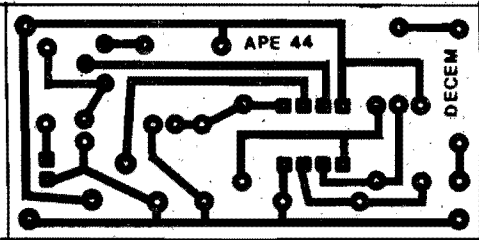

Fig. 2
- FIG. 2 - LAY OUT DO CIRCUITO IMPRESSO ESPECÍFICO - Como a grande maioria dos Circuitos Impressos específicos para as montagens de APE, o padrão é simples, modesto em tamanho e não muito denso, o que facilita bastante a reprodução/confeção por parte do Hobbyista, mesmo que não seja um expert... Basta possuir o adequado material (placa de fenolite virgem cortada no tamanho indicado, carbono pa-
ra a cópia do padrão - a figura está em escala 1:1 - decalques ou tinta ácido-resistente para a traçagem, percloreto de ferro para a solução corrosiva, thinner ou acetona para a limpeza, lixa fina ou palha de aço para o polimento final, e mini-furadeira para a furagem das ilhas...) e dedicar uns 30 ou 40 minutos ao processo, uma boa dose de atenção (tudo deve ser muito bem conferido, em cada etapa), e pronto: a plaquinha estará finalizada, sem grandes problemas... Para quem for ainda muito "pagão" nessas coisas, lembramos que as áreas escuras, na fig. 2, correspondem justamente ao que restará com cobre no fim do processo, portanto são tais áreas ou padrões que devem ser cuidadosamente recobertas pela tinta ou pelos decalques, antes da corrosão... As áreas em branco, na figura, correspondem aos setores nos quais a solução elimina totalmente a película cobreada (devem, então, ser deixadas desprotegidas, para a corrosão...).